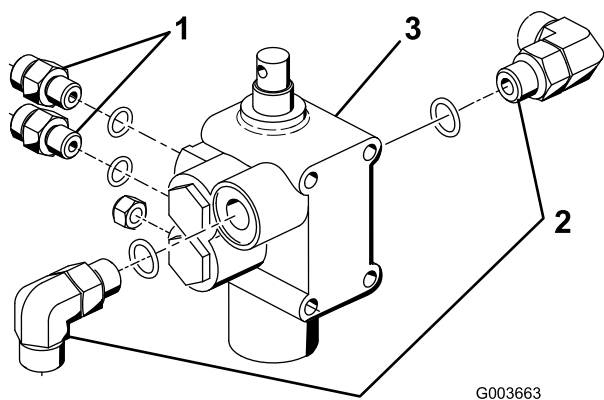

Figure 4
- Vissez les 2 raccords hydrauliques droits et les deux raccords à 90 degrés dans la nouvelle soupape de levage. Positionnez les raccords comme illustré à la Figure 4. Ne serrez pas les raccords à 90 degrés à ce stade.